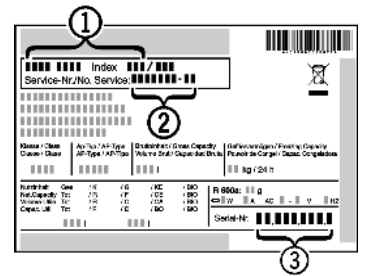

Fig. 12
- ▶ Relever la désignation de l'appareil *Fig. 12 (1)*, le n° de service *Fig. 12 (2)* et le n° de série *Fig. 12 (3)* sur la plaquette signalétique. Cette plaquette se trouve sur la paroi intérieure gauche de l'appareil.
- ▶ Informer le S.A.V. et lui communiquer la panne, la désignation de l'appareil *Fig. 12 (1)*, le n° de service *Fig. 12 (2)* et le n° de série *Fig. 12 (3)*.